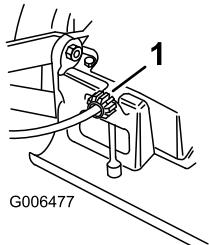

Figure 23
Si la tondeuse ne se propulse pas automatiquement ou a tendance à avancer quand la barre de commande est à plus de 38 mm (1,5 po.) du guidon, réglez le bouton de réglage de la transmission à l'arrière du boîtier d'engrenages (Figure 23).
2. Tournez le bouton de commande de 1/2 tour dans le sens horaire si la tondeuse n'avance pas automatiquement. Si la tondeuse a tendance à avancer, tournez le bouton de 1/2 tour dans le sens anti-horaire pour détendre la courroie (Figure 23).